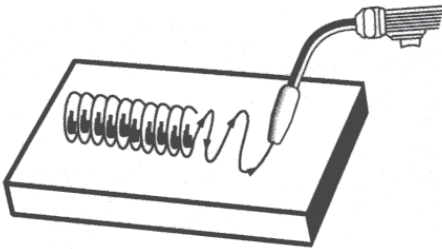

Figura 13. Cordón tejido
2. CORDÓN TEJIDO (Figura 13) se usa cuando se quiere depositar metal sobre un espacio más amplio que el que sería posible cubrir con el cordón de refuerzo. Se hace deslizando la pistola de un costado a otro. Es mejor detenerse en el extremo de cada lado antes de regresar hacia el otro extremo.